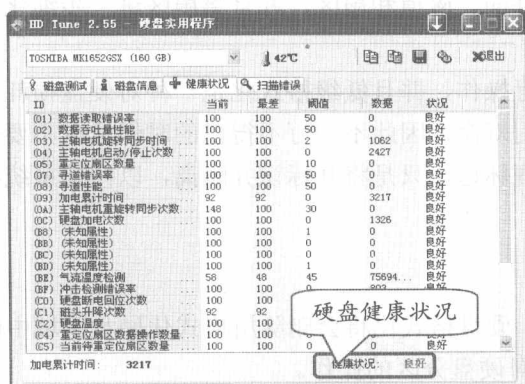

图 6-16 健康状况
步骤③ 选择“健康状况”选项卡,将显示硬盘的温度、数据读取错误率、寻道错误率、写入错误率等健康状况信息,如图 6-16 所示。